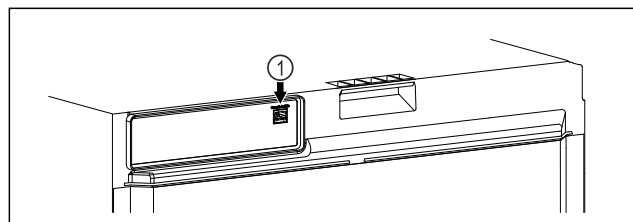

Fig. 109
- ☐ Vstavljen je SmartModule Fig. 109 (1).